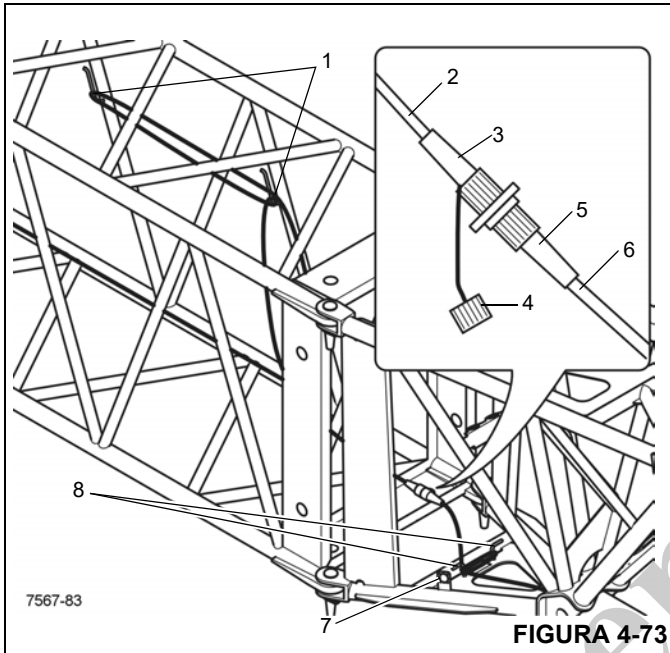

FIGURA 4-73
1. Desenrole o cabo (2) (Figura 4-73) do suporte (1).
2. Remova a tampa (4) do terminal (3).
3. Desenrole o cabo (6) do suporte (8).
4. Remova o plugue de interconexão (5) do soquete falso (7) e o conecte ao terminal (3).
5. Enrole o cabo (8) com uma distância suficiente no suporte (7), de modo que ele não seja danificado durante a operação.
6. Enrole o cabo (2) com uma distância suficiente no suporte (1), de modo que ele não seja danificado durante a operação.